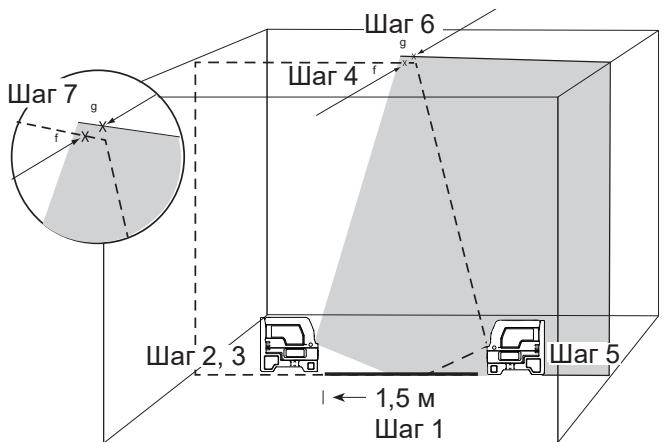

РИС. 6
ПРОВЕРКА ТОЧНОСТИ-ГОРИЗОНТАЛЬНОЕ НИВЕЛИРОВАНИЕ ВДОЛЬ ПОПЕРЕЧНОЙ ОСИ (РИС. 6)
4. Разверните лазерный прибор на 180°, как показано на Рис. 6, чтобы убедиться, что направленный вниз точечный луч по-прежнему совпадает с отметкой на полу.